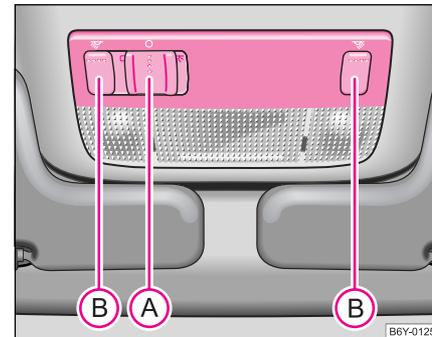

Abb. 37 Ausschnitt aus dem Dachhimmel: Innenbeleuchtung vorn ►
⇒ Seite 59, Abb. 37.
- Drücken Sie auf einen der Schalter **(B)** ⇒ Seite 59, Abb. 37, um die rechte oder linke Leseleuchte ein- bzw. auszuschalten.